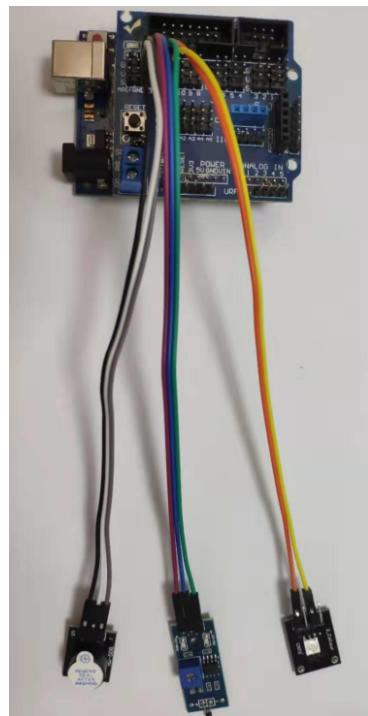

图 22.2: 实验接线图
- (1) 按照如图22.2所示的方式完成接线;
- (2) 打开 Arduino IDE，输入程序；
- (3) 检查无误后上传程序；
- (4) 想办法改变热敏电阻的温度(如在热敏电阻周围点着打火机)，观察 LED 灯与蜂鸣器的变化。